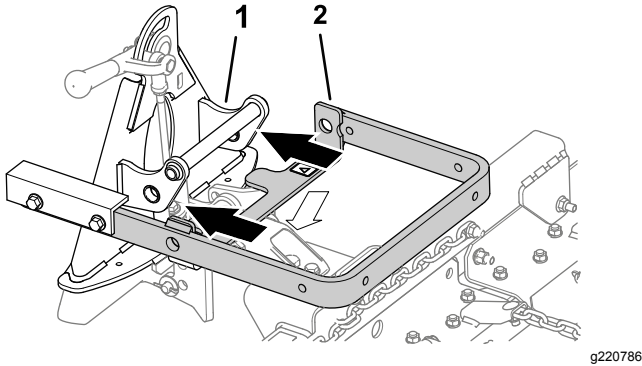
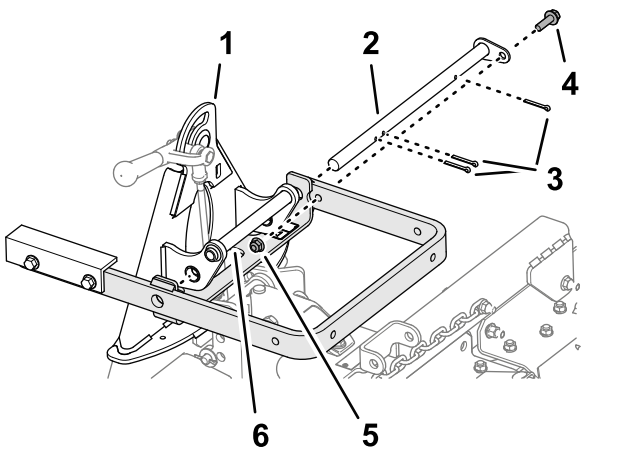

図 5
図 6
4. 昇降アームを、アタッチメントアダプタのブラケットに整列させ図 5、ピボットバーを使って、図 6のように接続する。
注 アタッチメントアダプタを動かす時には、アダプタの後部についているハンドルを使ってください図 5。
5. ピボットバー図 6を固定するコッターピン3本とボルト $\frac{3}{8}$  x  $1\frac{1}{4}$  インチとロックナット $\frac{3}{8}$  インチを使用。